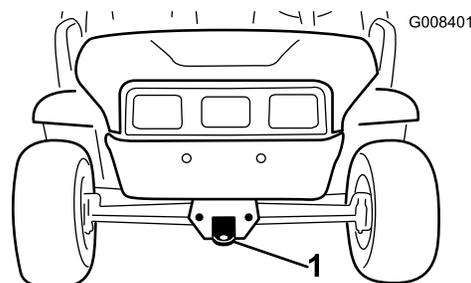
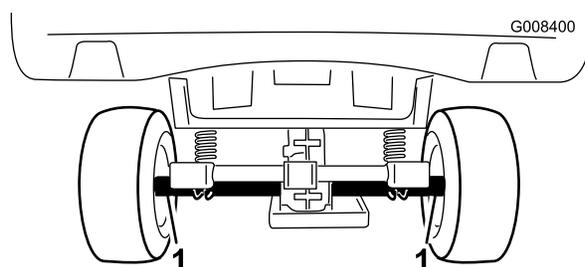

図 21
図 22
長距離を運ぶ場合にはトレーラを使用してください。必ず確実に固定して輸送してください。ロープがけのポイントについては図 21 と 図 22 を参照してください。
2. 機体前部にある牽引トングにロープなどの牽引索を取り付ける 図 21。